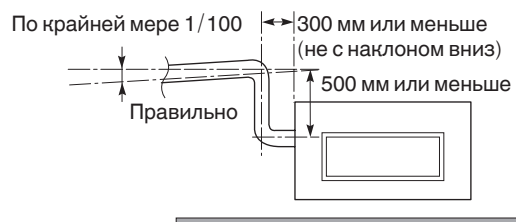

Рис. 3-15
- Убедитесь, что дренажный порт не находится ниже соединения (это может привести к возникновению аномального шума). (Рис. 3-15)
- Если необходимо увеличить высоту дренажной трубы, секцию непосредственно после порта можно поднять максимум на 500 мм. Не поднимайте ее выше 500 мм, так как это может привести к утечке воды. (Рис. 3-15)